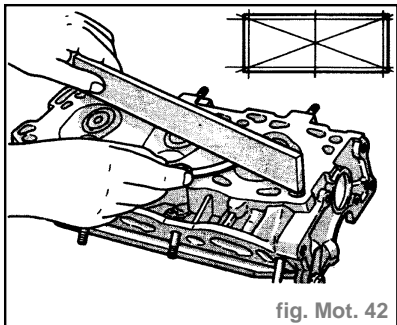

fig. Mot. 42
- Vérifier la planéité de la culasse (fig. Mot. 42).